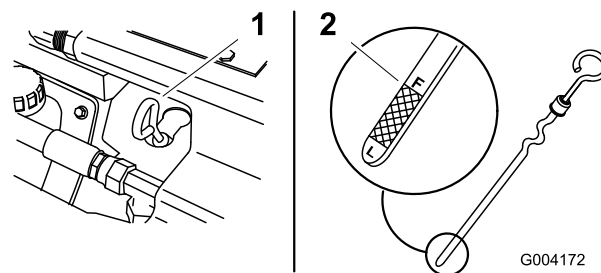

Figura 14
4. Pulite attorno all'asta di livello (Figura 14).
5. Estraete l'asta di livello dell'olio e pulite l'estremità metallica (Figura 14).
6. Infilate fino in fondo l'asta di livello nel relativo tubo (Figura 14).